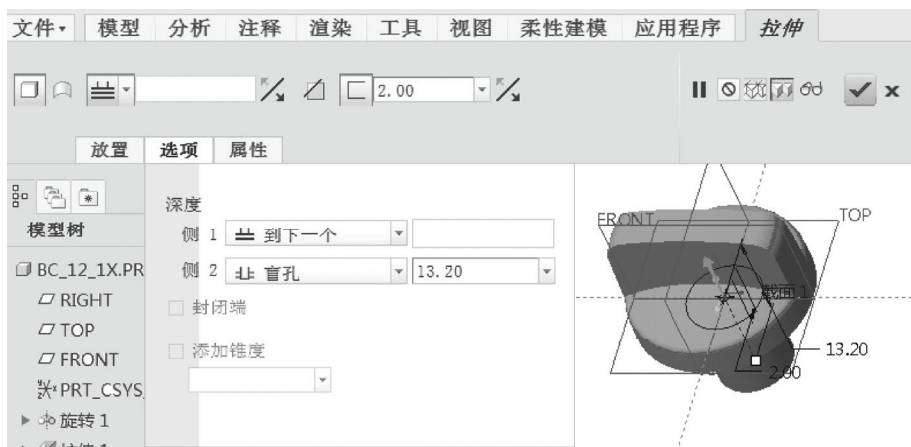

图 12-20 设置深度选项及参数
7) 打开“拉伸”选项卡的“选项”面板,从“侧 1”深度选项列表框中选择 $\equiv$ (到下一个)图标选项,从“侧 2”深度选项列表框中选择 $\equiv$ (盲孔)图标选项,并输入其深度“13.2”,如图 12-20 所示。